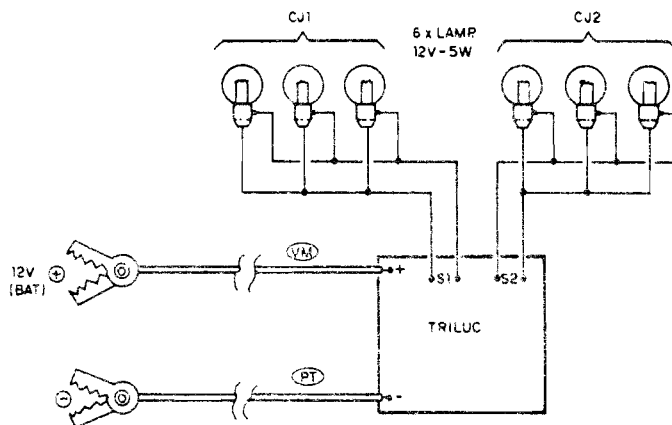

Fig. 5
- FIG. 5 - CONEXÕES EXTERNAS À PLACA - Nas ligações "da placa para fora", certamente o ponto mais importante refere-se aos cabos longos e polarizados (**vermelho** para o **positivo**, e **preto** para o **negativo**...) que tra-